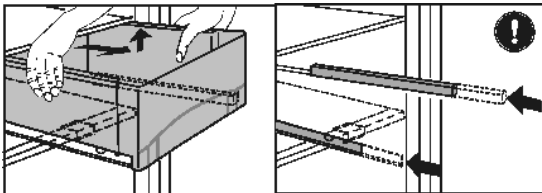

Fig. 28
- ▶ Установите крышки выдвижного ящика Fig. 28 (2): поперечные ребра крышки выдвижного ящика вставьте снизу в задние направляющие, защелкните спереди фиксатор в направляющей.